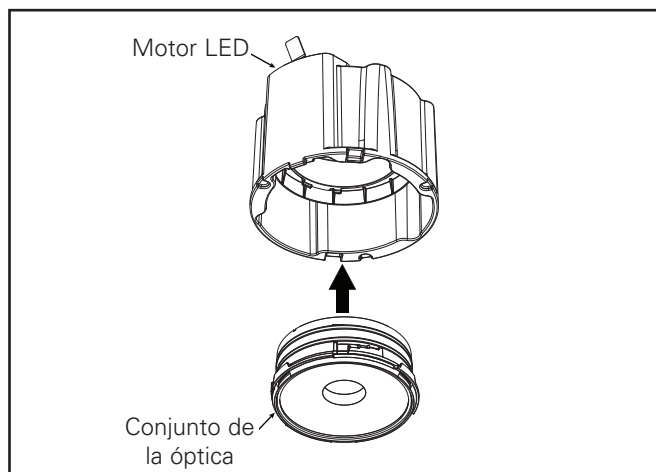

Figura 16.
4. Sujete la unidad de la óptica al motor de la luz LED haciéndola girar a tope en el sentido de las agujas del reloj (Figura 16). Asegúrese de que la óptica está bien sujeta en su sitio.